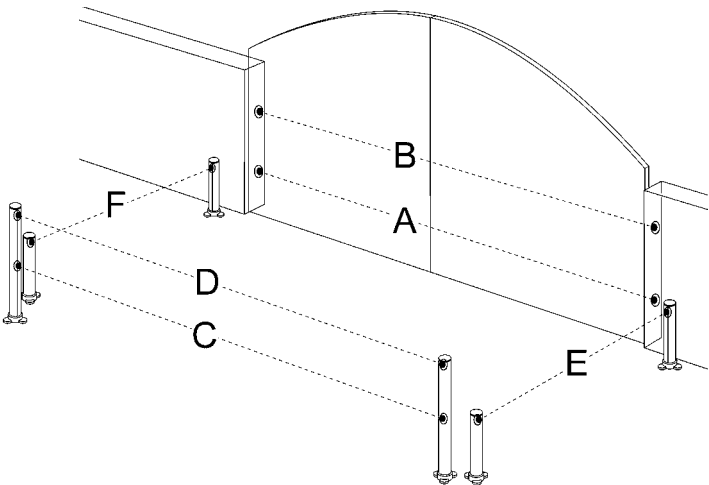

Figura 64
En cualquier momento es posible instalar más fotocélulas, además de aquellas entregadas de serie con el WU2. En un automatismo para puertas de 2 hojas es posible colocarlas tal como representado en la figura 64.
- 2 Determine la posición de instalación de acuerdo con la figura 64 y realice el puente de conexión de acuerdo con la Tabla 11